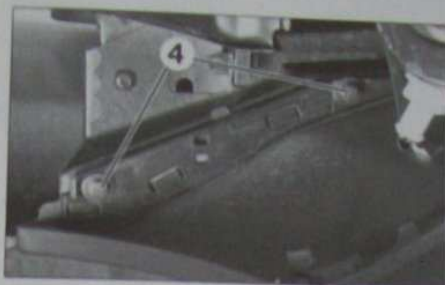

FIG.4
• Dévisser suffisamment les deux vis de fixation (4) sans les déposer (Fig.4).